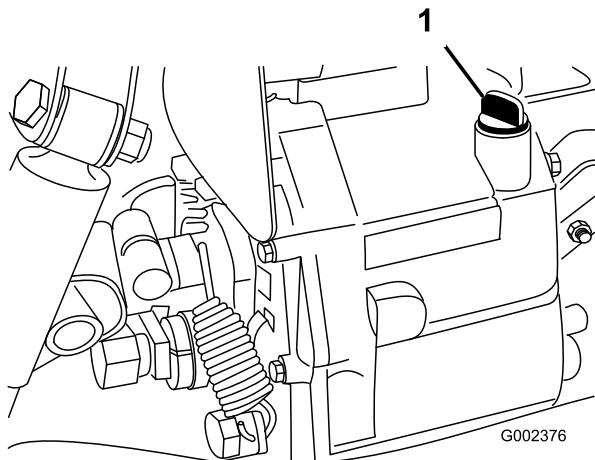

Figura 19
- Pulite attorno all'asta di livello (Figura 19).